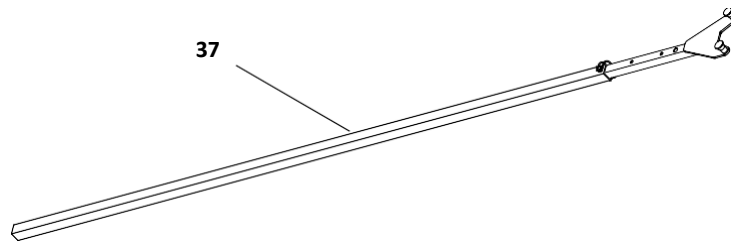

Fig. D1.04
Кофражната вилица DUO (37) се използва за монтаж и демонтаж на DUO елементите. Дължината и се регулира през 7.5 cm от 2.15 m до 3.85 m. (Fig. D1.04)